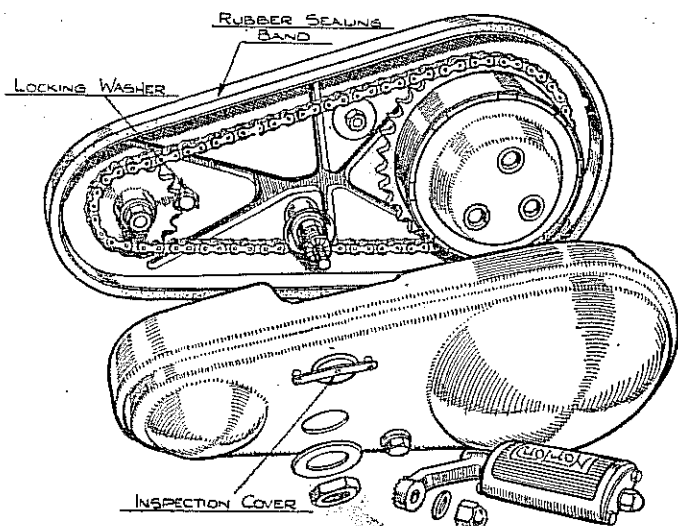

Fig. 19.
44. REMOVAL OF OIL BATH. (Fig. 19.)